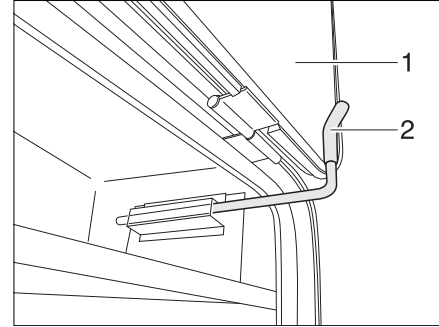

Fig. 44 Gancho de retención de trampilla exterior, posición fija
- Abrir la trampilla exterior (Fig. 44,1) y plegarla hacia arriba contra la pared del vehículo.
- Girar el gancho de retención (Fig. 44,2) hacia arriba y colocar una cuña detrás de la trampilla exterior (Fig. 44,1).
- Tirar del gancho de retención (Fig. 44,2) y girar hacia abajo.